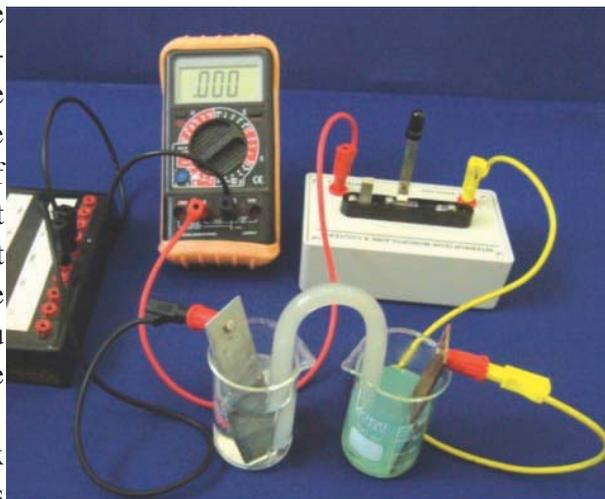

Figure 2. Réalisation de la pile Daniell
Relier les deux solutions électrolytiques par un **pont salin**. Brancher un milliampèremètre en série avec un résistor (R) et un interrupteur (K) entre les deux lames métalliques (*figure 2*).